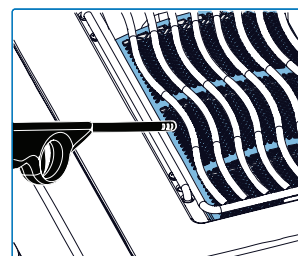

Рис. 7
3. Поверните соответствующую ручку горелки против часовой стрелки в положение максимум до зажигания (**Рис. 7**).